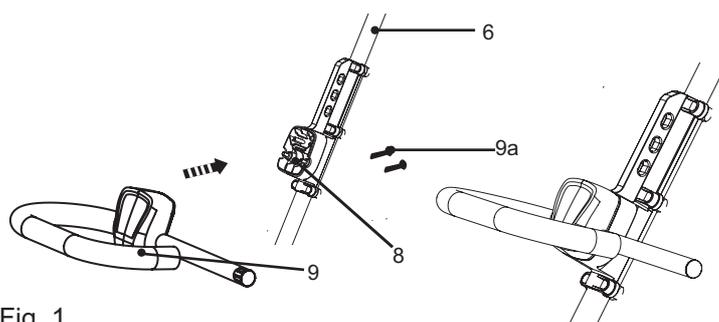

Fig. 1
- > Fixez la poignée avant [9] avec les vis [9a]. (Fig. 1)